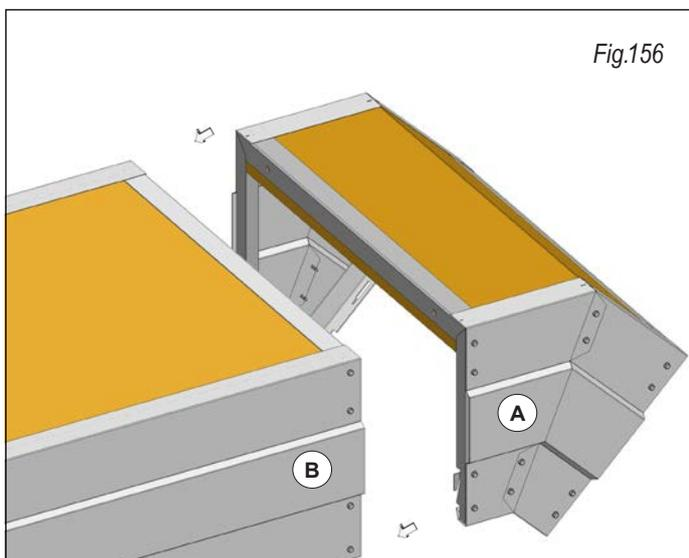
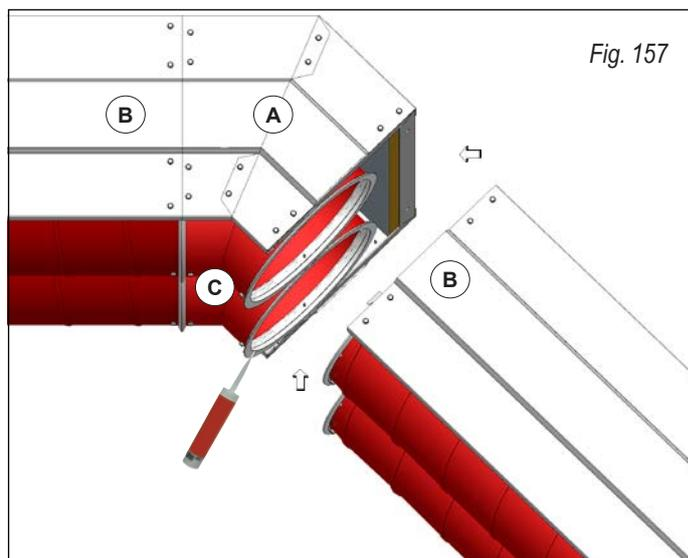

Fig. 156
Fig. 157
Enganche la dimensión kit de cambio (A) con la unidad de cinta radiante (B) a través de la pieza de la nariz y la ranura (fig. 156), como se explicó anteriormente. Fijar la primera parte del cambio del módulo en proporción a la cinta radiante (fig. 156). Corre a ambos lados de las bridas de acoplamiento de la curva de un cordón de silicona. Colocar las bridas de la curva (C) en las bridas del conducto siguiente, enganchar el anillo de bloqueo, fijar las dos bridas por medio de la tuerca y la contratuerca. Enganchar el kit al conducto siguiente a través de la pestaña macho y el ojal (fig. 157).